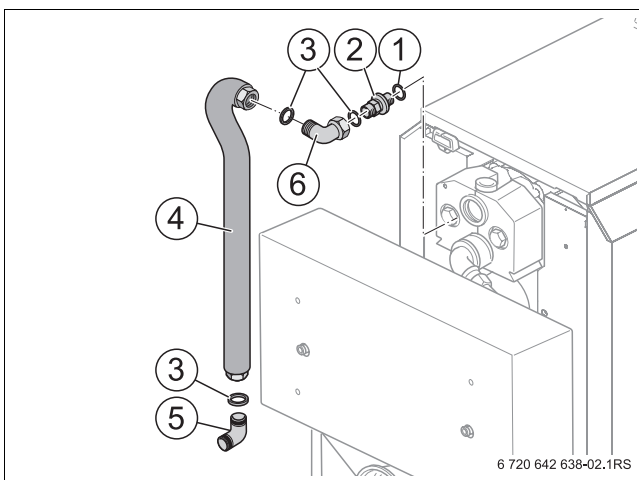

Fig. 10 Monter le raccordement de départ sur la chaudière
- ▶ Insérer le tuyau horizontal dans le raccord-union avec anneau de serrage coudé (→ fig. 10, [5]).